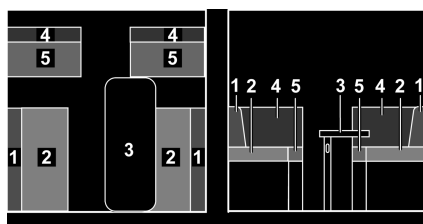

Fig. 137 Antes de la transformación
- Quitar los cojines del respaldo de los asientos individuales (Fig. 137,4) y ponerlos a un lado.